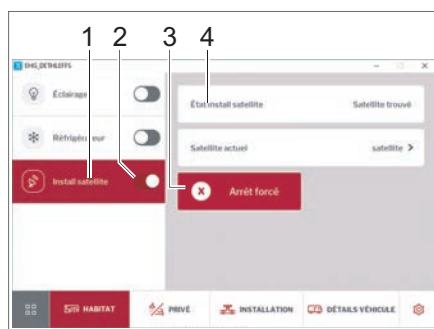

Fig. 258 Antenne parabolique
- Activer ou désactiver l'antenne parabolique à l'aide de l'interrupteur coulissant (Fig. 258,2).
- Appuyer sur la touche *Installation SAT* (Fig. 258,1). Le satellite sélectionné s'affiche (Fig. 258,4).
- Appuyer sur la touche *Arrêt d'urgence* (Fig. 258,3) lorsque l'antenne rencontre un obstacle.